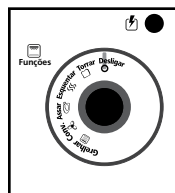

Figura 1
2. **Botão seletor de função:** Selecione a função de cocção girando o botão na graduação desejada. (Veja Figura 1)